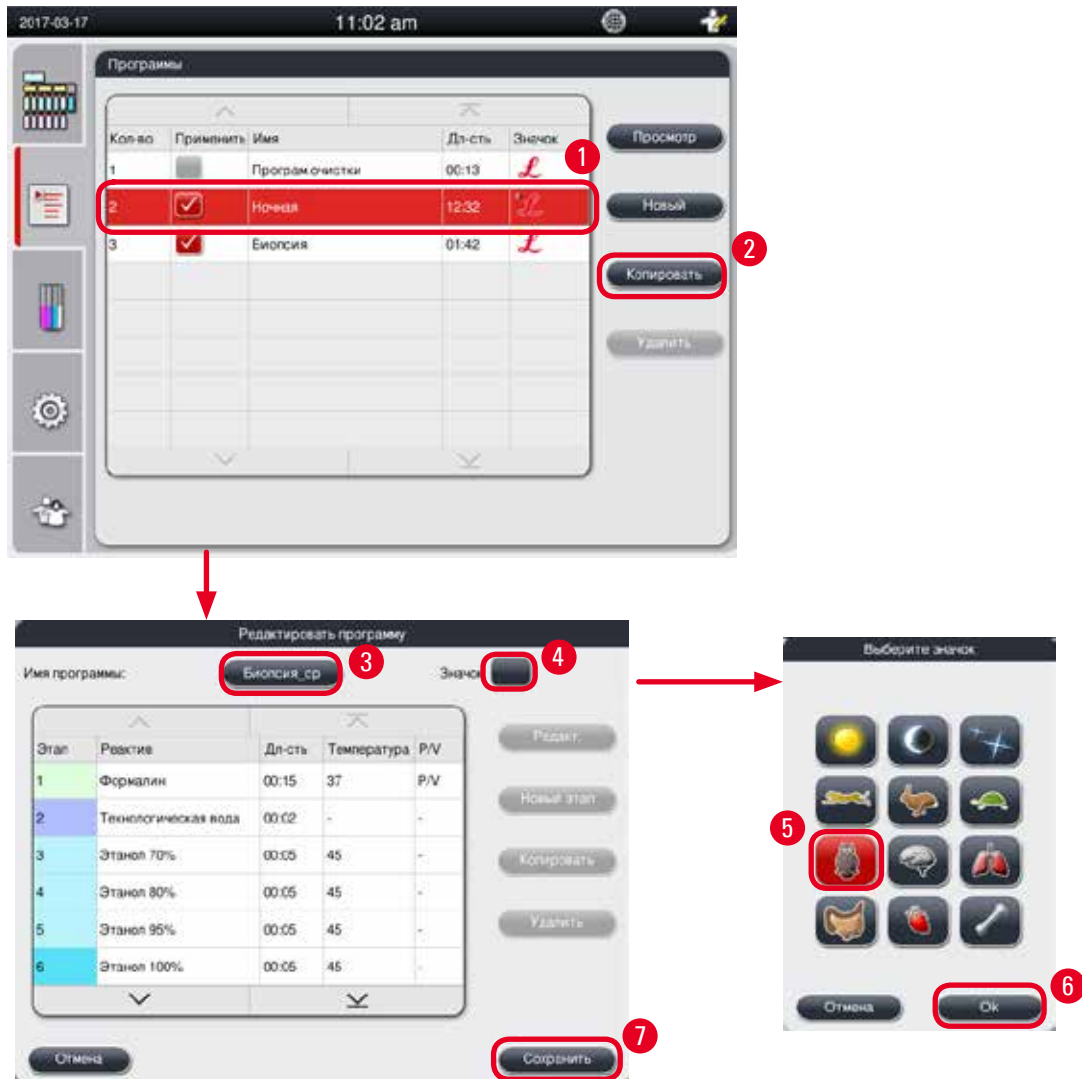

Рис. 52
- ① Убедитесь, что ни одна программа не запущена.
- ① Убедитесь, что количество программ меньше 10.
- ① Создание/редактирование/удаление пользовательских программ доступны только администратору и сервисному специалисту.
1. В окне программ (→ "Рис. 52"), выберите программу (→ "Рис. 52-1"), максимально похожую на программу, которую вы хотите создать. (это сведет к минимуму количество этапов редактирования).